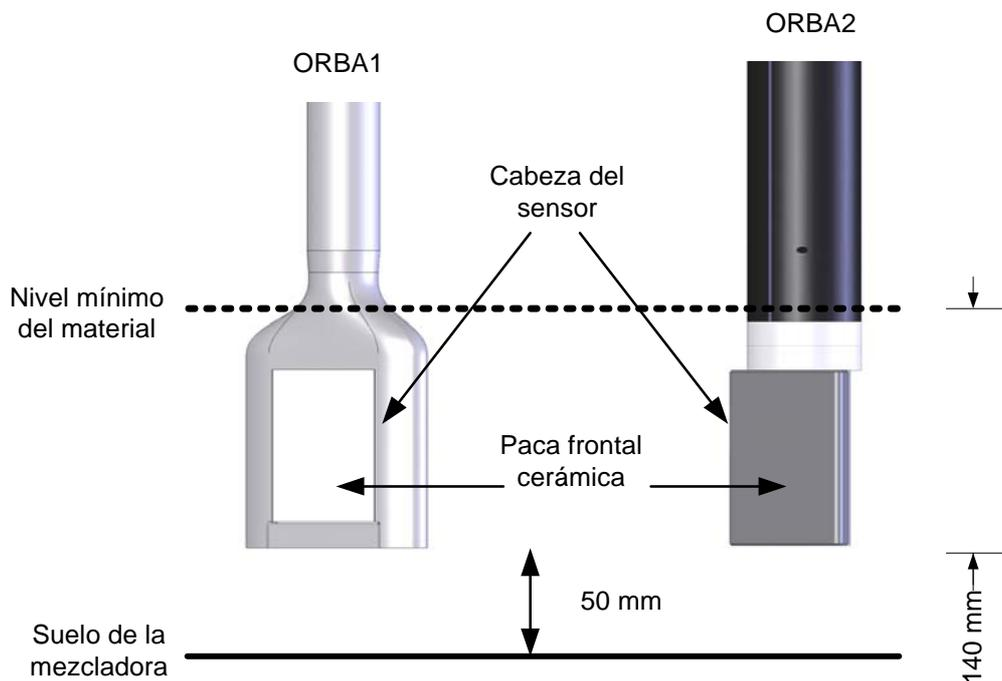

Figure 13: Ajuste de la altura del brazo de detección
- Los brazos de detección se encuentran disponibles en varias longitudes. El sensor debe montarse de modo que exista un hueco de 50 mm entre la parte inferior del brazo de detección y el suelo de la mezcladora (Figure 13).
La altura recomendada para las aplicaciones normales es de 50 mm sobre el suelo de la mezcladora (Figure 13). La altura puede ajustarse mediante el alineador de ángulos, que dispone de un ancho de 50 mm.